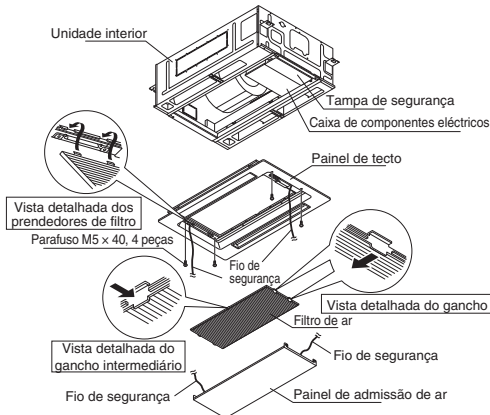

Fig. 7-15 39
Prima o gancho com a mão para retirar o filtro de ar. (Fig. 7-15)
- Instale o painel de tecto na unidade interior. (Veja a Fig. 7-15. O conector está na caixa de componentes eléctricos.)